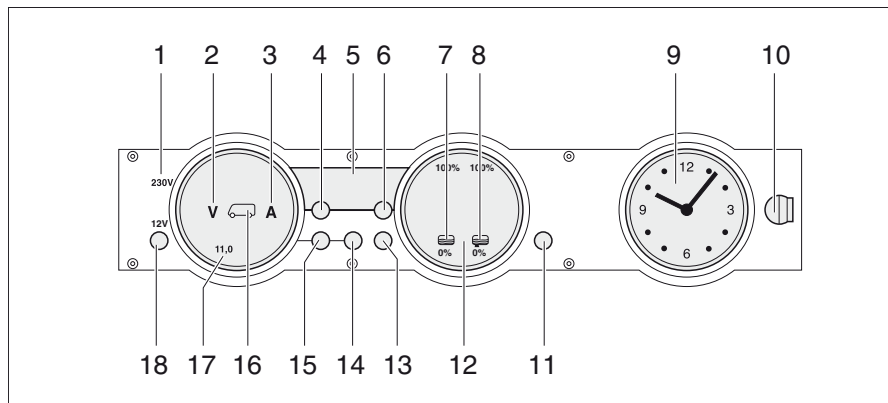

Bild 259 Panel MP 20-T
230 V-kontrollampan (Bild 259,1) lyser när nätspänningen ligger på el-blockets ingång.
Med huvudbrytaren 12 V (Bild 259,18) kopplas panelen och bodelens 12 V-försörjning till eller från.
- Tryck kort på knappen "12 V" (Bild 259,18). 12 V-försörjningen för bodelen är påslagen. Kontrollampan "12 V" lyser.
- ▷ Efter aktivering av försörjningen: om lysdioden "11,0" för voltindikeringen samt symbolen volt "V" (Bild 259,2) på indikeringsinstrumentet för batterierna (Bild 259,17) blinkar är bodelsbatteriets spänning för låg. Ladda batteriet.
- ▷ Efter aktivering av försörjningen: om kontrollampan "12 V", symbolen bodelsbatteri (Bild 259,16) och symbolen volt "V" (Bild 259,2) blinkar tre gånger är batterifrånkopplingen aktiverad. Avaktivera batterifrånkopplingen.
- Tryck kort på knappen "12 V" (Bild 259,18). 12 V-försörjningen för bodelen är avstängd. Kontrollampan "12 V" slocknar.
- Tryck på knappen bodelsbatteri (Bild 259,14) och håll den intryckt i ca 10 sekunder. Symbolerna volt "V" (Bild 259,2) och ampere "A" (Bild 259,3) blinkar tre gånger. Bodelsbatteriet är frånkopplat från 12 V-nätet.
- Tryck på knappen "12 V" (Bild 259,18) och håll den intryckt i ca 5 sekunder. Symbolen volt "V" (Bild 259,2) blinkar tre gånger. Bodelsbatteriet är anslutet till 12 V-nätet. Kontrollampan tänds efter ca 2 sekunder.
- Tryck på knappen bodelsbatteri " (Bild 259,14). Symbolen volt "V" (Bild 259,2) lyser. Symbolen ampere "A" är vit eller röd beroende på laddning eller urladdning. Batterispänningen och strömmen för bodelsbatteriet visas via lysdioderna på indikeringsinstrumentet.
- Tryck på knappen startbatteri " (Bild 259,15). Symbolen volt "V" (Bild 259,2) lyser. Startbatteriets spänning visas via lysdioderna på indikeringsinstrumentet.
- Tryck på knappen tank  (Bild 259,13). Symbolerna vattentank  (Bild 259,7) och avloppstank  (Bild 259,8) lyser. Nivån i vattentanken (vänster skala) och i avloppstanken (höger skala) visas via lysdioderna på indikeringsinstrumentet.
Symbolen volt "V" (Bild 259,2) och lysdioden "11,0" blinkar när batteriets spänning sjunker under 11 V (mätning under pågående drift) och det finns risk för en djupurladdning.
Symbolen vattentank "🚰" (Bild 259,7) eller symbolen avloppstank "🚽" (Bild 259,8) blinkar när vattentanken är tom eller när avloppstanken är full.